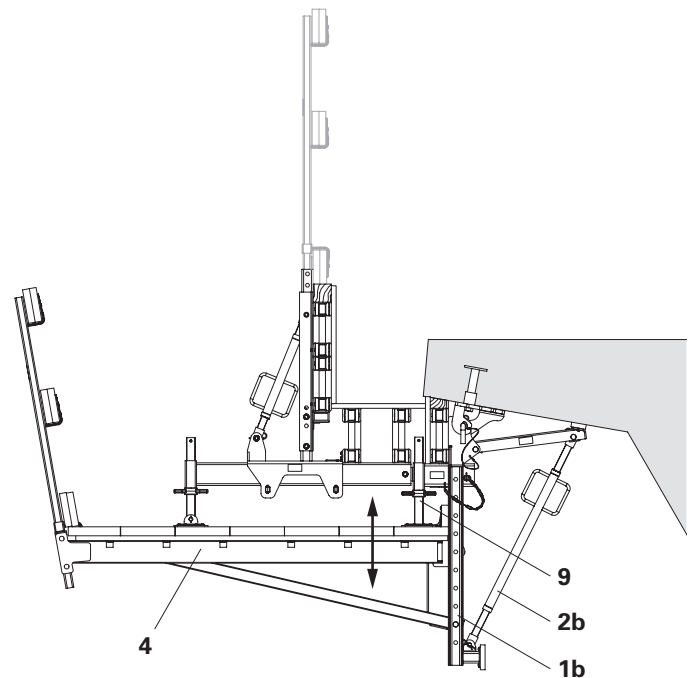

Fig. A4.02
- La trave a sbalzo piattaforma VGK 170 (**4**) viene fissata nei fori del montante mensola VGK 110 (**1b**) a seconda delle dimensioni del cordolo. (Fig. A4.02)